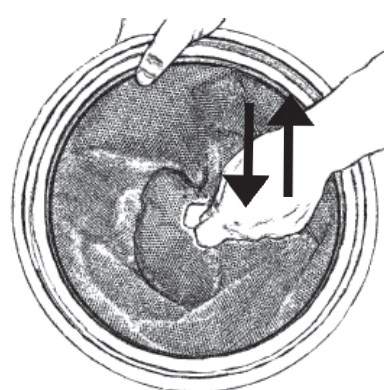

Fig. 22
1. Substitua o filtro do saco limpo/sacudido do contentor, Fig. 22. Certifique-se de que o suporte do filtro encaixa devidamente na extremidade interior do contentor do pó. Verifique se o filtro está encaixado correctamente para cima - a pega em tecido do filtro deve ser visível.